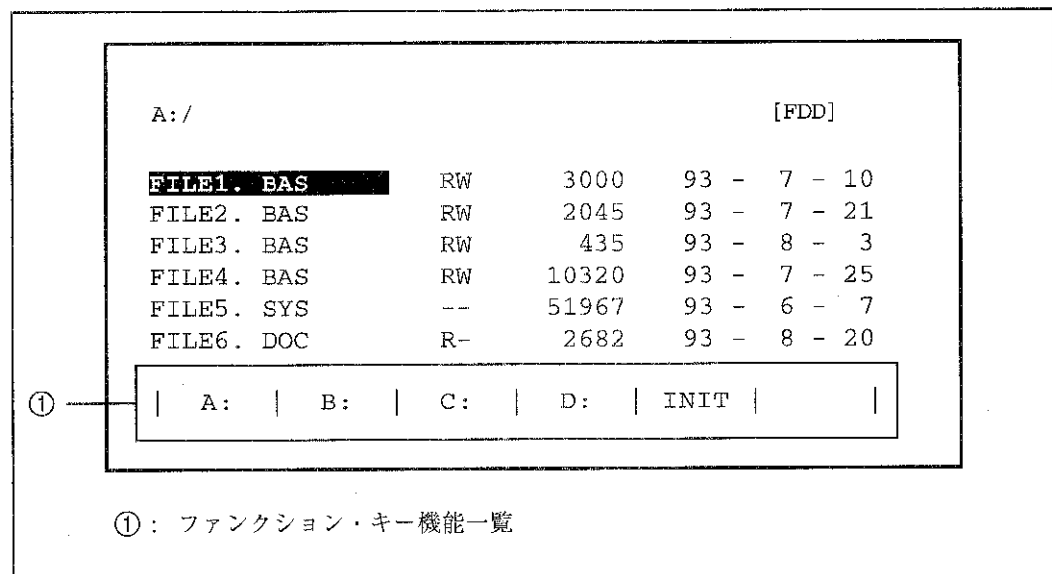

図 4-36 DRIV の表示画面
(8) DRIV (ドライブ操作) 画面
FILE モードで DRIV (K6) キーを押すと、図 4-36 のように画面表示されます。(詳しい操作については、4.1.3 項の (6) を参照して下さい。)